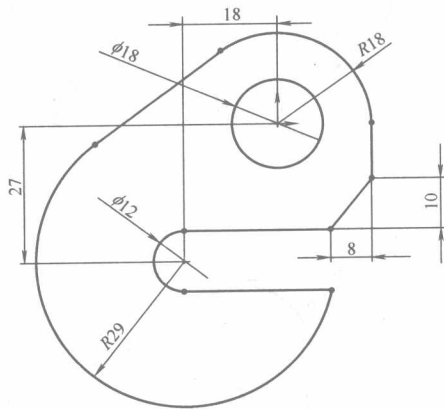

图 1-19 草图设计范例三
简要提示: 所绘图形, 如图 1-19 所示。
(3) 修剪图形, 并添加约束关系, 结果如图 1-19 所示。